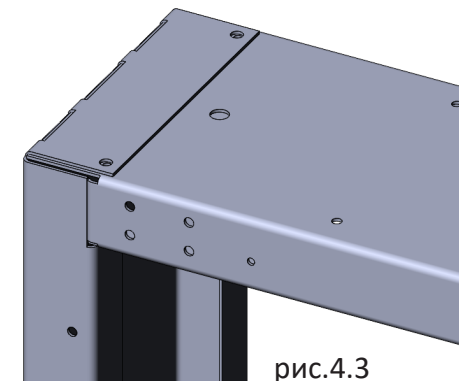

рис.4.3
4. Соединить притвор (P) и крышу (V) каркаса пенала до совпадения крепёжных отверстий и зафиксировать с помощью саморезов 3,5х9мм (рис.4.3).